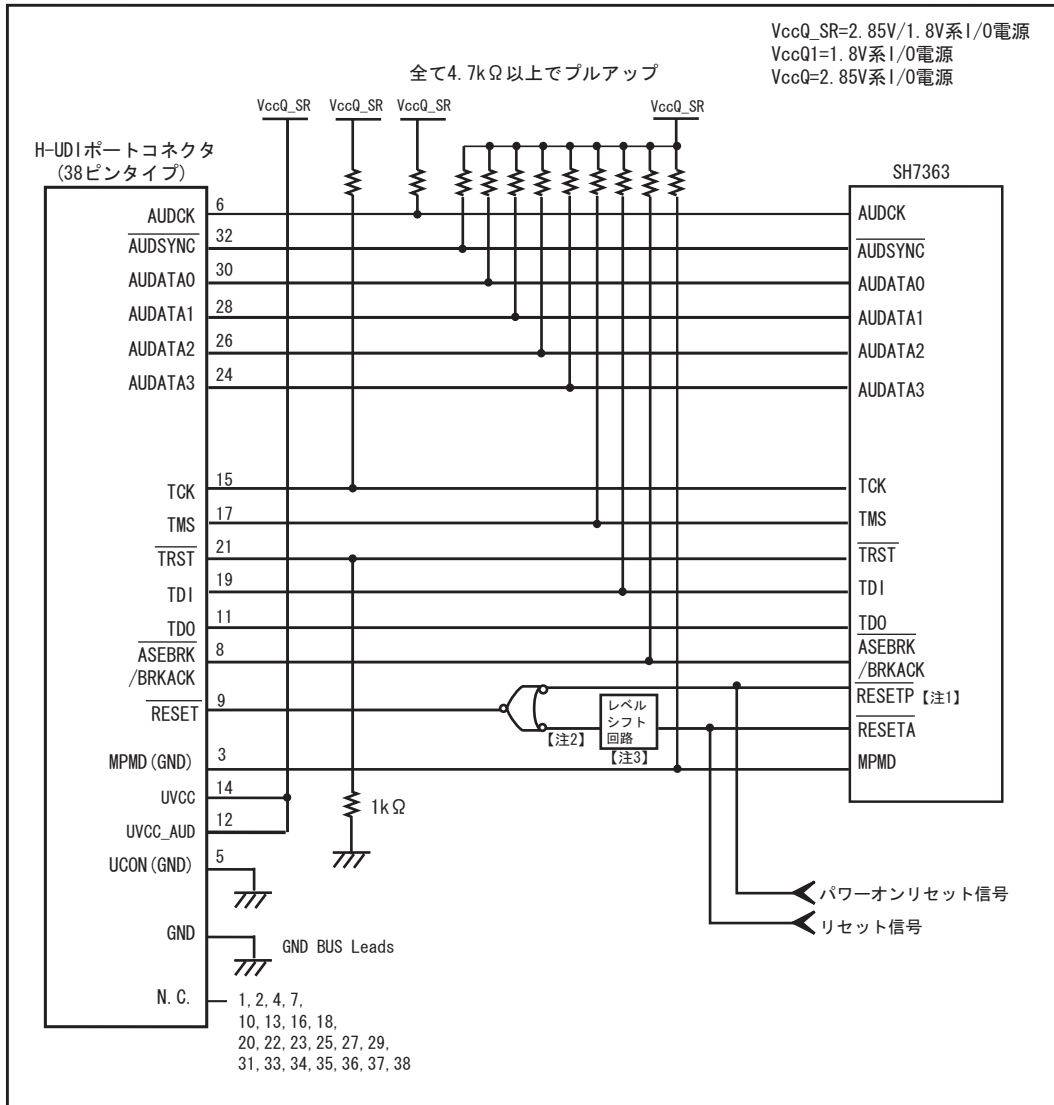

図 1.7 E10A-USB 使用時の H-UDI ポートコネクタ - チップ間の推奨接続例(38 ピンタイプ)
- 図 1.7 の回路を組んだ場合の E10A-USB エミュレータのスイッチ設定：SW2=1, SW3=1